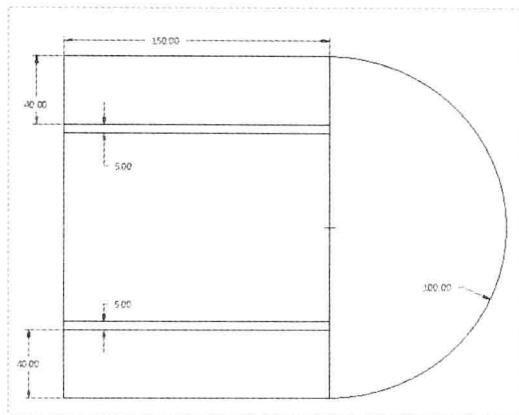

图 3-71 图形文件
Step 01 按【Ctrl+O】组合键，打开图形文件，如图 3-71 所示。